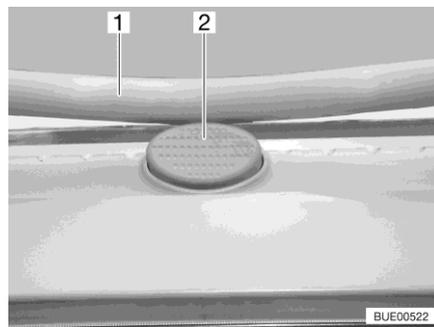

Bild 115 Sicherungsknopf (Heki-Dachhaube)
- Den Sicherungsknopf (Bild 115,2) drücken und den Bügel (Bild 115,1) mit beiden Händen nach unten ziehen.
- Den Bügel mit beiden Händen nach oben drücken, bis der Bügel oberhalb des Sicherungsknopfes (Bild 115,2) liegt.